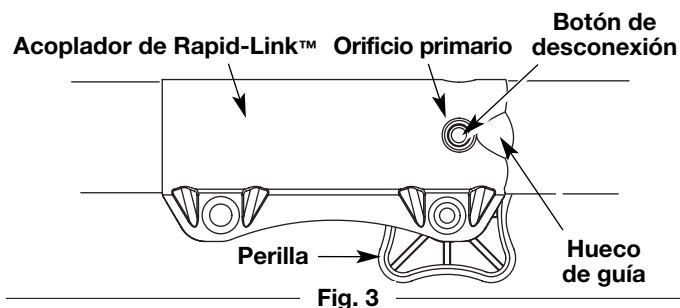

Fig. 3
1. Ponga el extremo estrecho del protector del accesorio de corte sobre el soporte del protector en la parte posterior del cuerpo del accesorio y colóquelo de modo que el corte circular se deslice sobre la espiga del conjunto del protector (Fig. 3).